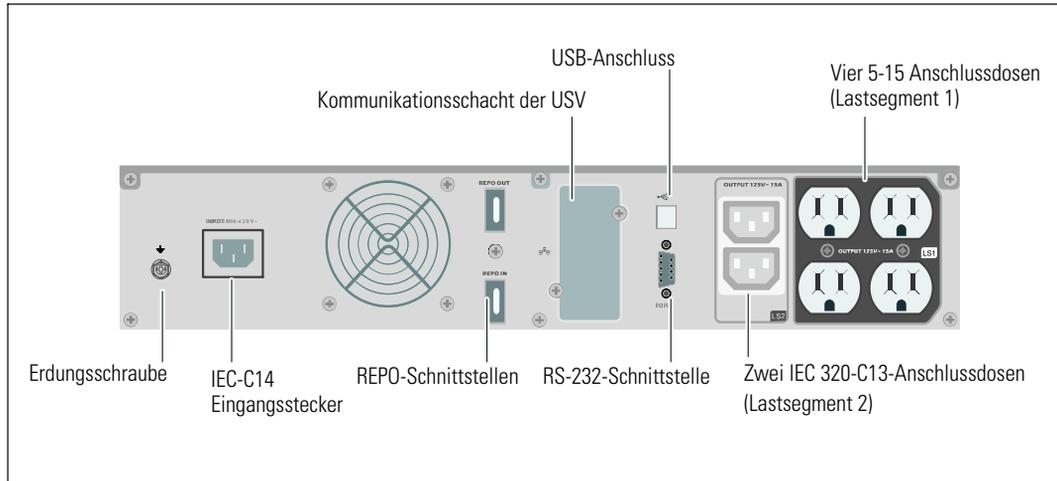

**Abbildung 3. Heben des Gehäuses**
- 2 Heben Sie das Gehäuse mit einer Person auf jeder Seite mit den Griffen am Karton vorsichtig aus dem äußeren Karton heraus, und setzen Sie es auf einer flachen, stabilen Unterlage ab (siehe Abbildung 3).